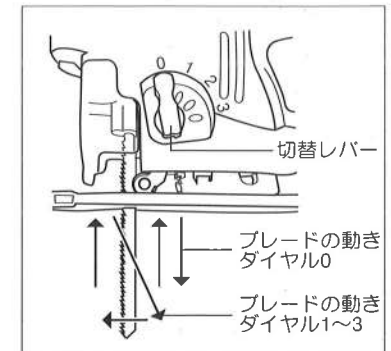

図7
■オービタル機能(図7参照)
- オービタルダイヤルを②に合わせるとベースとブレードの角度は90度で上下に作動し①～②③に合わせるとブレードは上下動と角度運動を加えて作動します。
- ダイヤル②はきれいな仕上がり、ダイヤル①～②③は作業能率がよくなります。